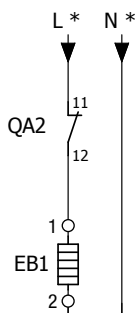

Abb.5 / Fig.5
- Kabelanschluss nach Schaltplan (Abb. 5) vornehmen, ein eventuell vorhandenes Erdungskabel muss angeschlossen werden.
- Cable connection according to circuit diagram (fig. 5), any existing earth cable must be connected.
- Raccordement du câble conformément au schéma de câblage (fig. 5), tout fil de terre doit être raccordé.